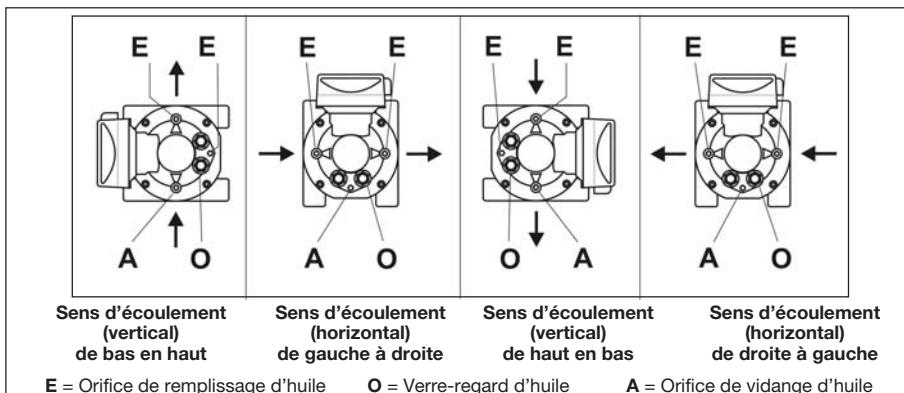

Fig. 6 : Positions d'utilisation admises, remplissage d'huile et indication du niveau d'huile (**type RVG**)
- Trois orifices de remplissage et de vidange d'huile et deux verres-regards sont disponibles sur la face avant et (en option) sur la face arrière du compteur (fig. 6).
- Dévissez la vis de remplissage (E, fig. 6) installée dans le couvercle du corps avant.
- Retirez une vis de remplissage (E) dans le couvercle du corps arrière, afin que l'huile puisse s'écouler plus facilement dans la chambre à huile arrière.